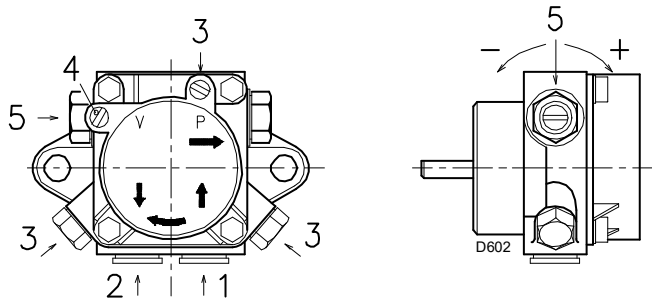

Fig. 18
Per la pompa autoadescente, svitare la vite 3)(Fig. 18) per sfiatare l'aria contenuta nel tubo di aspirazione e attendere la fuoriuscita del combustibile.
Legenda (Fig. 18)
- Perché la pompa possa autoadescarsi è indispensabile allentare una delle viti 3)(Fig. 18) della pompa per sfiatare l'aria contenuta nel tubo di aspirazione.